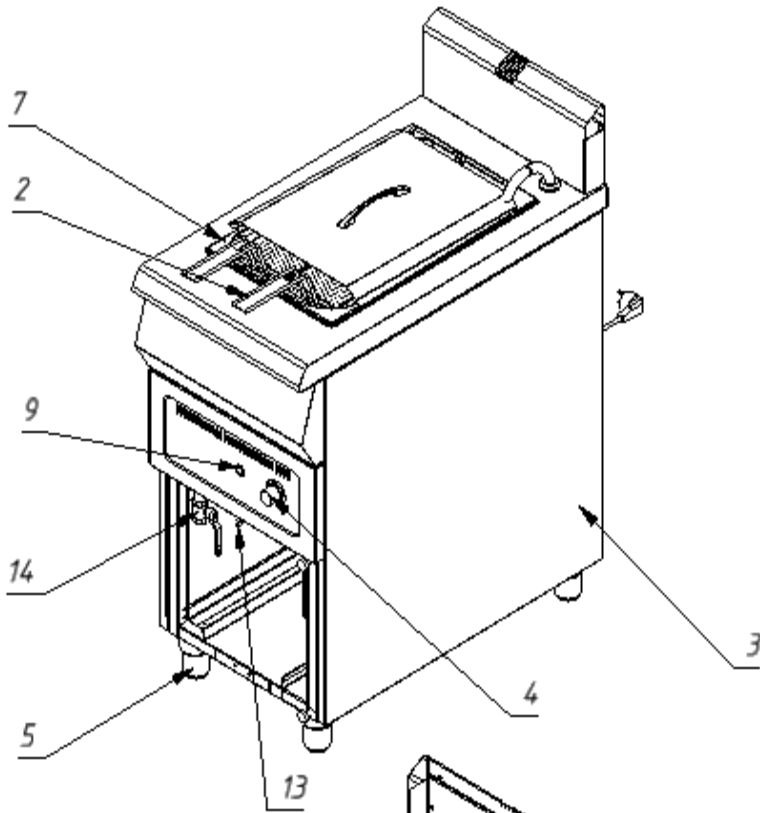

Рис.1
5.1 Макароноварку следует установить с соблюдением ГОСТ 12.2.124-90 «Оборудование продовольственное. Общие требования безопасности» и «Правил безопасности в газовом хозяйстве», но не менее 300мм от задней стенки установки до стены и между боковых стенок рядом стоящего оборудования в линии. Регулируемыми ножками поз.7 рис.1 выставить макароноварку горизонтально.
5.3 Подсоединить заземление корпуса установки поз.6 рис.1 к заземляющему контуру помещения согласно ГОСТ 27570.0-87.
5.4 Подключить газ к штуцеру газопровода макаронварки поз.11 рис.1 специалистами газовой службы гибкой подводкой газа.
5.6. Подключить воду к штуцеру поз.12 рис.1.
Основные части изделия указаны на рис.1 и перечислены в таблице.1.
- 7.2.1 Включить подачу электрического тока, подключив эл.вилку поз. (8)рис.1 в эл.сеть 220В, открыть кран подвода воды.
- 7.2.2.Открыть дверь поз.(1) рис. 1. и налить необходимое количество воды в емкость , открыв кран для подачи воды поз. (14) рис.1 .
- 7.2.5.Для слива воды из емкости открыть дверь и открыть шаровый кран поз. 13 рис.1 и слить воду .